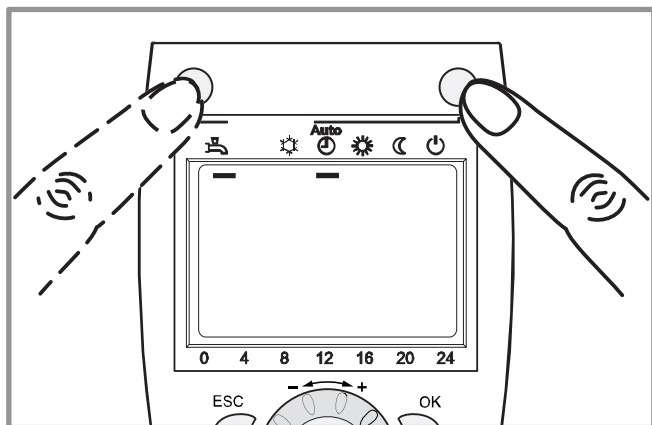

figure 7 - Sélection du régime de chauffe AUTO et puis du régime ECS (eau chaude sanitaire)
- Sélectionner le régime de chauffe "AUTO" (figure 7).
- Sélectionner le régime ECS (figure 7), si l'installation est équipée d'un ballon sanitaire avec appoint électrique.